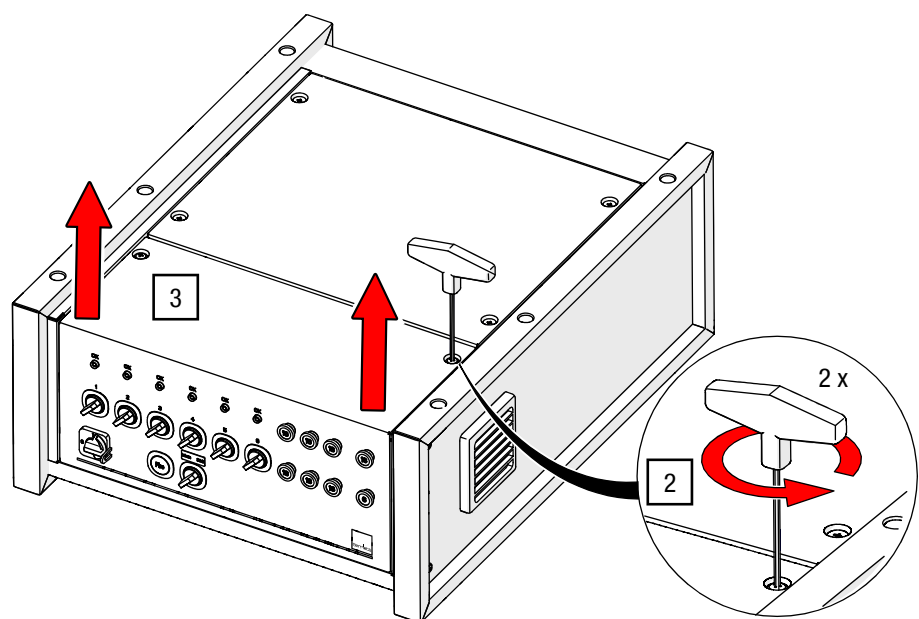

Abb. 16: Bedienfeld lösen und anheben (Steuerungsmodell kann abweichen)
Steuerung G-FRAME	<ul style="list-style-type: none"> Das Bedienfeld ist an Frontseite der liegenden Steuerung montiert (siehe Abb. 16). Die Steuerung ist vom Netz getrennt.
2. Lösen Sie das Bedienfeld mit dem Innensechskant SW 3 an beiden Seiten (siehe Abb. 16).
3. Heben Sie das Bedienfeld von dem Steuerungskasten an (siehe Abb. 16).